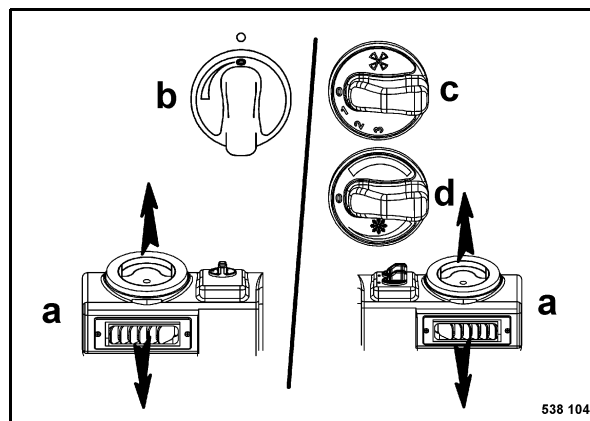

Fig. 74
- Dirigir la corriente de aire con las toberas de ventilación a (Fig. 74) al espacio para los pies.